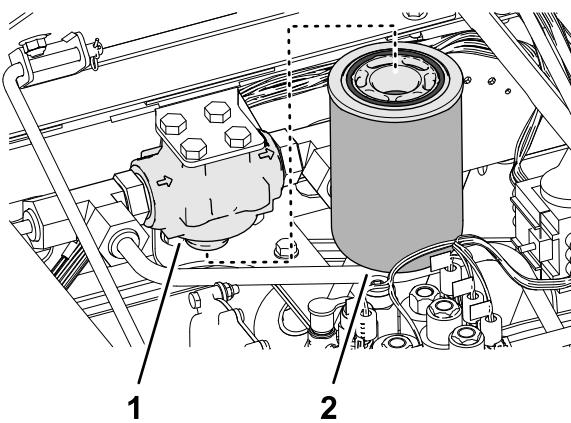

Рисунок 163
- Очистите поверхность вокруг фильтра линии нагнетания и головки фильтра (Рисунок 163).